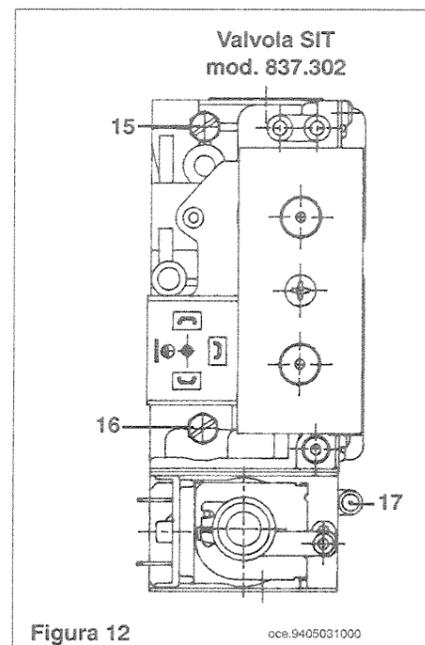

Figura 12
- * collegare la presa di pressione positiva di un manometro differenziale, possibilmente ad acqua, alla presa di pressione (15) della valvola del gas (figura 12 a pagina 20). Collegare la presa negativa dello stesso manometro ad un apposito "T" che permetta di collegare insieme la presa di compensazione della caldaia, la presa di compensazione della valvola del gas (17) ed il manometro stesso. (Una pari misura può essere effettuata collegando il manometro alla presa di pressione (15) e senza il pannello frontale della camera a stagna).
- * verificare che la pressione dinamica di alimentazione della caldaia, misurata alla presa di pressione (16) della valvola del gas (figura 12 pagina 20) sia quella corretta (30 mbar per il gas butano, 37 mbar per il gas propano o 20 mbar per il gas naturale).